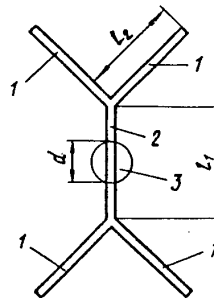
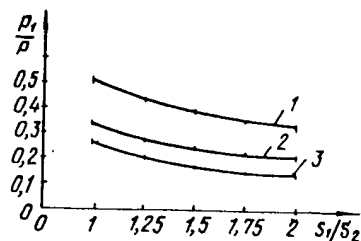

Рис.2
Рис.3
Рассмотрим катодно-подогревательный узел с ленточным подогревателем (рис.2). На рис.3 показана расчетная зависимость отношения мощностей P_1/P , затрачиваемых на нагрев тела накала (P_1) и всего подогревателя (P) от отношения S_1/S_2 при различных значениях длины L_1 тела накала, длины L_2 токоподводов и диаметра катода (1 - $L_1=L_2=3d$; 2 - $L_1=0,5 L_2=1,5d$; 3 - $L_1=0,33L_2=d$). На
Катодно-подогревательный узел содержит (рис.2 и 5) токоподводы подогревателя 1, тело накала подогревателя 2 и закрепленный на теле накала металлосплавной катод 3. При этом размеры тела накала подогревателя, катода и токоподводов выбраны из соотношений $1 \leq S_1/S_2 < 2$; $1 < L_1/d \leq 3$,